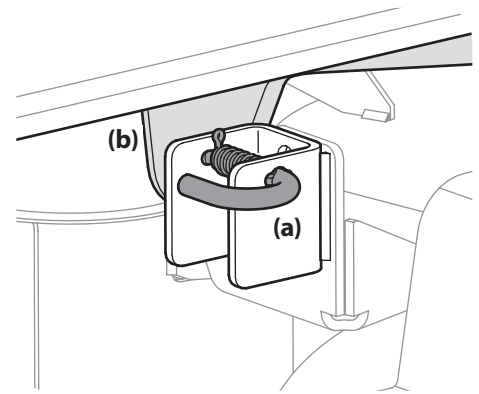

Figure 4-14
7. Locate the LH and RH deck release pins (a) on each side of the deck. Pull the deck release pins (a) outward and release the deck from the LH and RH deck lift arms (b). See Figure 4-14.
4. Pull the deck release pins outward and maneuver the deck as necessary to align the holes in the deck lift arms with the pins. Refer to Figure 4-14.
11. Pull the right side of the PTO belt rearward and place the narrow V-side of the PTO belt into the PTO pulley. See Figure 4-14.
- While holding the PTO belt and PTO pulley together, rotate the PTO pulley to the left (See Figure 4-14). Continue holding and rotating the PTO pulley and PTO belt until the PTO belt is fully rolled into the PTO pulley.
4. Sortez les goupilles de soutien et manœuvrez le plateau de coupe pour aligner les trous des bras de relavage avec les goupilles. Voir la Figure 4-14.
7. Localisez les goupilles de soutien (a) de droite et de gauche du plateau de coupe de chaque côté du plateau de coupe. Sortez les goupilles (a) et dégagez les bras de relavage (b) droit et gauche du plateau de coupe. Voir la Figure 4-14.
Tenez la courroie et la poulie et faites tourner la poulie vers la gauche (Voir la Figure 4-14). Continuez à tenir et à faire tourner la poulie et la courroie jusqu'à ce que la courroie soit complètement installée sur la poulie de la prise de force. Vérifiez que la courroie est installée correctement.
Tirez le côté droit de la courroie vers l'arrière et placez le côté en V de la courroie dans la gorge avant droite de la poulie de la prise de force. Voir la Figure 4-14.